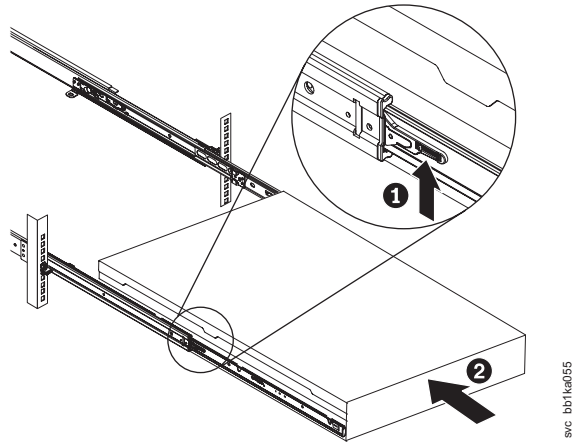

図 244. ラックのスライド・レールの SAN ボリューム・コントローラー 2145-CF8 または 2145-CG8 ロック・レバーを上げる
11. スライド・レール上のロック・レバー (288 ページの図 244 の **1**) を上げて、サーバー **2** を、所定の位置にカチッと音を立てて収まるまで、ラック内に完全に押し込みます。